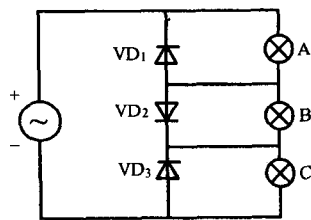

图 1.7
- (2) 指针式万用表的欧姆挡两表笔分别接触一个整流二极管的两端, 当测得的电阻较小时, 红表笔所接触的是()。
- (3) 用万用表欧姆挡测量小功率晶体二极管性能好坏时, 应把欧姆挡拨到()。
- (4) 用指针式万用表不同欧姆挡测量二极管正向电阻值时, 会观察到测得的阻值不相同, 究其原因()。
- (5) 某硅二极管反向击穿电压为 150 V, 则其最高反向工作电压为()。
- (6) 在图 1.7 中 $VD_1 \sim VD_3$ 为理想二极管, A, B, C 白炽灯泡功率都相同, 其中最亮的灯是
- (7) 在三极管输出特性曲线中, 当 $I_B = 0$ 时 I_C 是()。
- (8) NPN 型三极管处于放大状态时, 各极电位关系是()。
- (9) 3DG6D 型晶体三极管的 $P_{CM} = 100 \text{ mW}$, $I_{CM} = 20 \text{ mA}$, $U_{BR(CEO)} = 30 \text{ V}$, 如果将其接在 $I_C = 15 \text{ mA}$, $U_{CE} = 20 \text{ V}$ 的电路中, 则该管()。